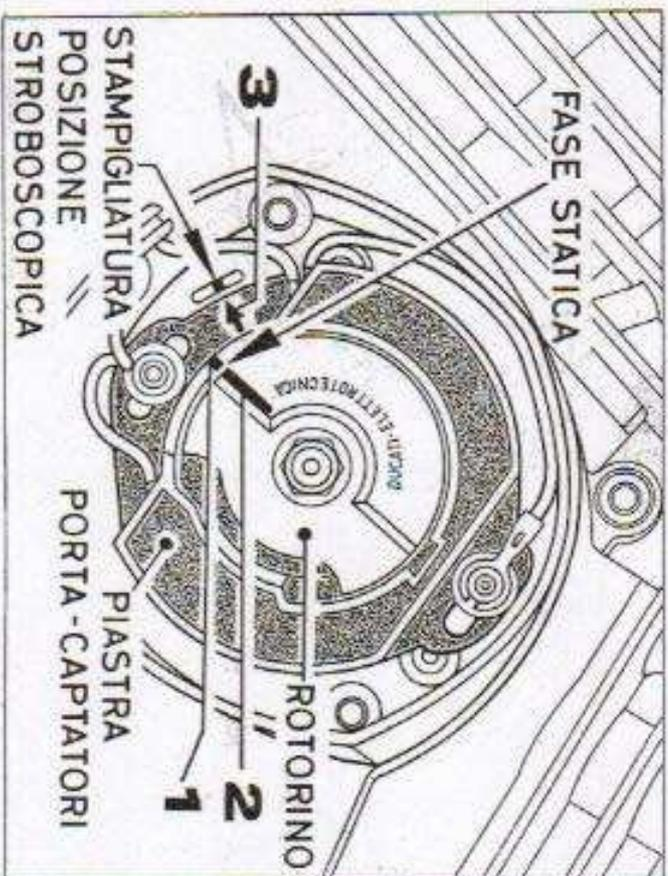

Fig. 14
- 3 - Controllare con la luce della pistola stroboscopica la fase dei riferimenti sul volano (fig. 15). Qualora la freccia sul volano non corrisponda alla tacca sul carter agire sulla piastrina porta captatori con piccoli spostamenti (fig. 14).
- 4 - Ad azzeramento avvenuto, stampigliare sulla tacca del coperchio in direzione della freccia (punto 3) posta sulla piastrina captatori, il nuovo riferimento (fig. 14).
- 2 - Agire sulla piastra porta captatori ruotandola fino a porre la tacca sulla piastra (punto 1) in corrispondenza di quella sul rotorino (punto 2) (fig. 14) poi fissare la piastra.